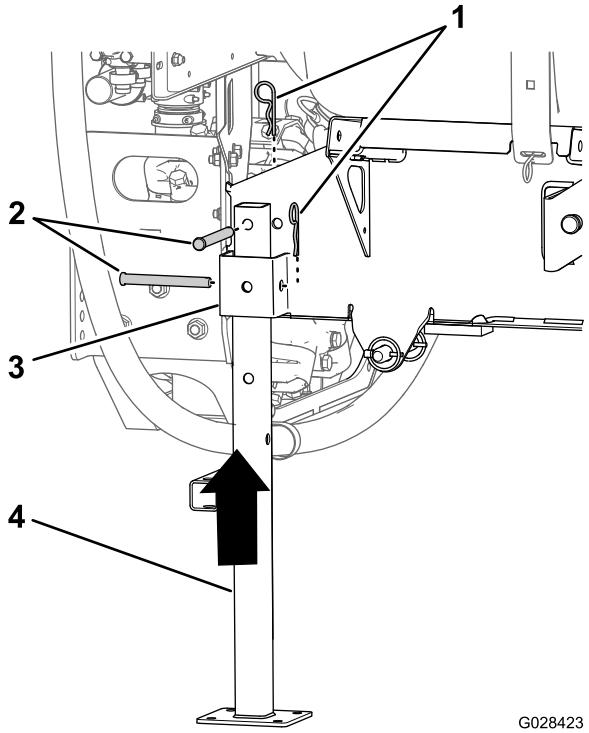

Figure 106
- Alignez la jambe de support arrière sur le récepteur arrière (Figure 106).
- Alignez le trou au sommet de la jambe de support et le trou dans le cadre du patin de cuve (Figure 106).
- Fixez la jambe de support au récepteur et au cadre au moyen de 2 axes de chape et 2 goupilles fendues (5/32" x 2 5/8"), comme montré à la Figure 106.